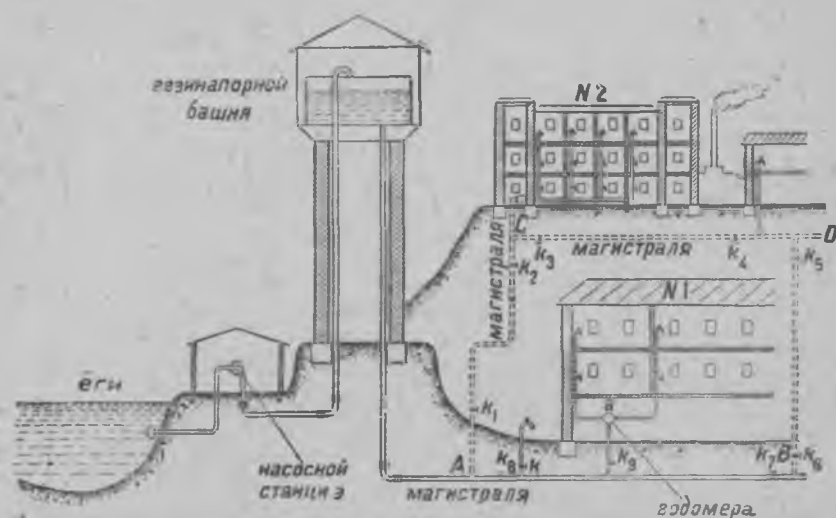

Рис. 48. Линнан водопроводан схема.
4. Рубизу-го вирдуамах вези койс № 1 (рис. 48), если кодих № 2 маиня магистральнойн части он выключитту ремонтах варойн?